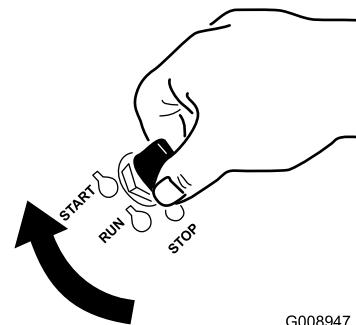

**Figura 20**
2. Puxe a alavanca do ar para cima para engatar o ar antes de utilizar a ignição (Figura 20).
- Empurre a alavaca do ar para baixo para desativar o ar após o motor ter arrancado (Figura 20).